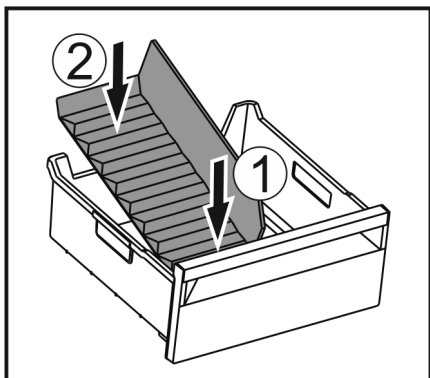

Fig. 169
- Inserire la parte anteriore del divisore dello scomparto del ghiaccio. Fig. 169 (1)
- Abbassare la parte posteriore del divisore dello scomparto del ghiaccio fino al fondo del cassetto. Fig. 169 (2)